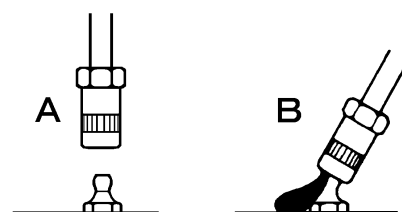

Fig.6
- 4) 給脂しようとするグリースニップルとノズルの先端をきれいに拭いてから、ノズル先端をグリースニップルに真っ直ぐに押当て、チャッキングしてください。（Fig.6 の A）
- 6) 給脂が終了し、ノズルをニップルから外す場合は、ノズルを斜めに傾けて内圧を抜いてから外してください。（Fig.6 の B）